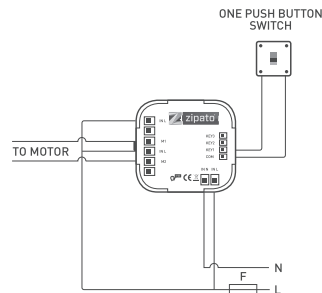

рис. 2 Соединение с одноклавишным кнопочным выключателем
**ВНИМАНИЕ:** Для защиты микромодуля от короткого замыкания и перегрузок используйте автомат защиты с номиналом не более 6 А (см. рис. 2 и 3).